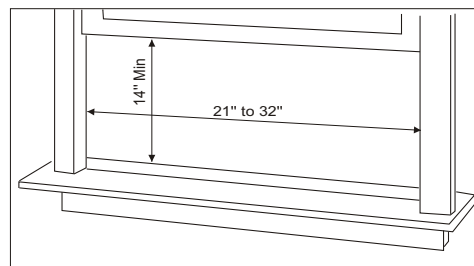

Fig. 1
1. Si el aire acondicionado tiene un gabinete de 18" de ancho, podrá colocarse en aberturas de ventanas de 21" a 32" de ancho. La altura mínima de abertura es de 14" desde la parte inferior del marco hasta el umbral (Fig. 1).